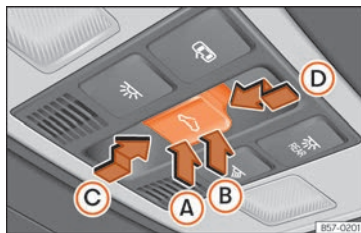

Fig. 63 En el revestimiento interior del techo: tecla del techo de cristal.
La tecla fig. 63 tiene dos niveles. En el primer nivel se puede situar el techo en la posición deflectora, abrir o cerrar total o parcialmente.
- Antes de que transcurran aprox. 5 segundos desde la activación de la función antiaprisionamiento, presione la tecla »» fig. 63 hasta el segundo nivel en el sentido de la flecha hasta que el techo se cierre completamente.